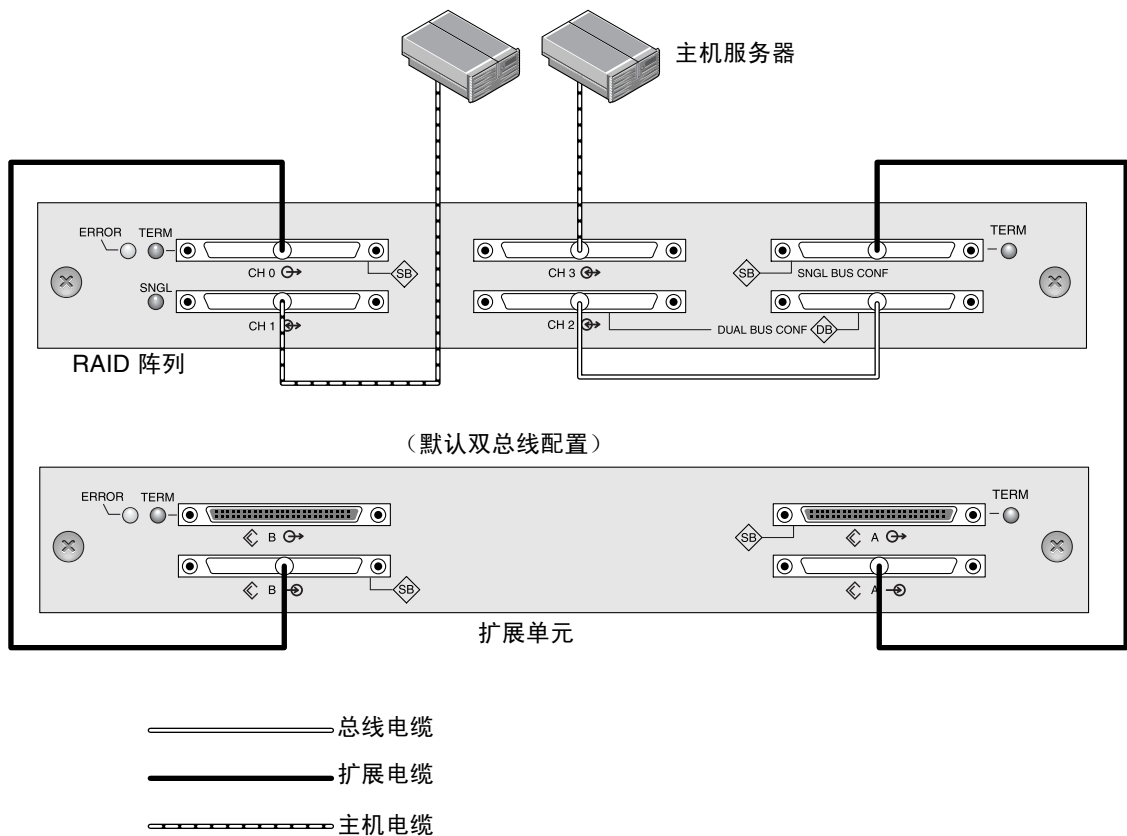

图 4-21 具有一个 RAID 阵列和一个扩展单元的双总线配置
在图 4-21 中，RAID 信道 0 和信道 2 被扩展到在 RAID 阵列上设置的双总线配置中的扩展单元中，并在默认情况下保留为扩展单元。
3. 基于图 4-21 中显示的配置，双总线配置的默认驱动器 ID 显示在下列各图中。